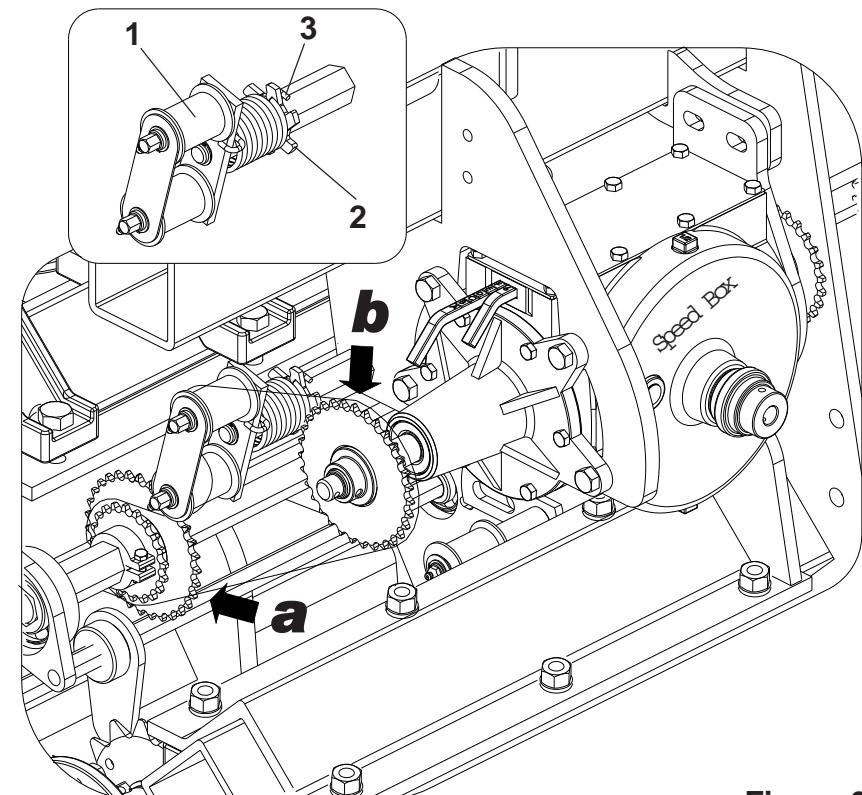

Figura 35
11 - REGULAGEM PARA DISTRIBUIÇÃO DE ADUBO (Figura 35)
6 - O esticador (1) é dotado de mola de torção para maior flexibilidade do mesmo, se necessário maior pressão no esticador, gire a roseta (2) passando o engate da mola (3) para o outro dente da roseta. **Figura 35**.